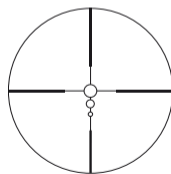

Fig. 3
- 1 Regardez dans l'oculaire, l'œil placé à environ 4 pouces (10 cm) de l'oculaire, pour voir chaque réticule (Fig. 3).